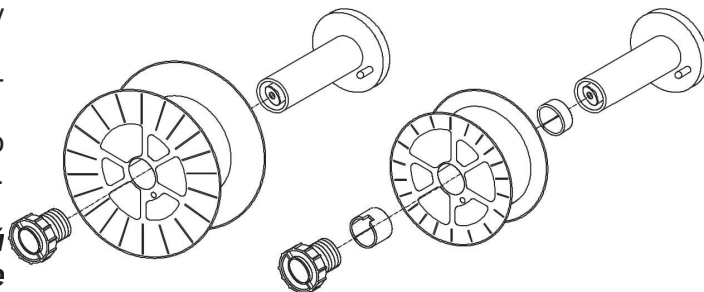

Рис. 16
- Откройте боковую панель отверстия катушки. Отвинтите гайку (А) разматывателя (тормозной барабан). При необходимости заменить катушку извлеките пустую бобину (рис. 16).